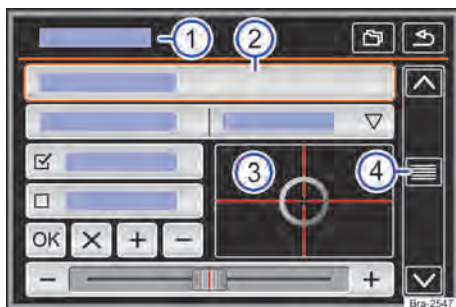

Fig. 118 Representação esquemática: vista geral das possíveis superfícies de função no display.
O aparelho está equipado com um touchscreen (tela de toque) → Fig. 118 ③.
As superfícies de função iniciam funções ou abrem outros submenus. Em submenus é indicado, na linha do título, o menu atualmente selecionado → Fig. 118 ①.